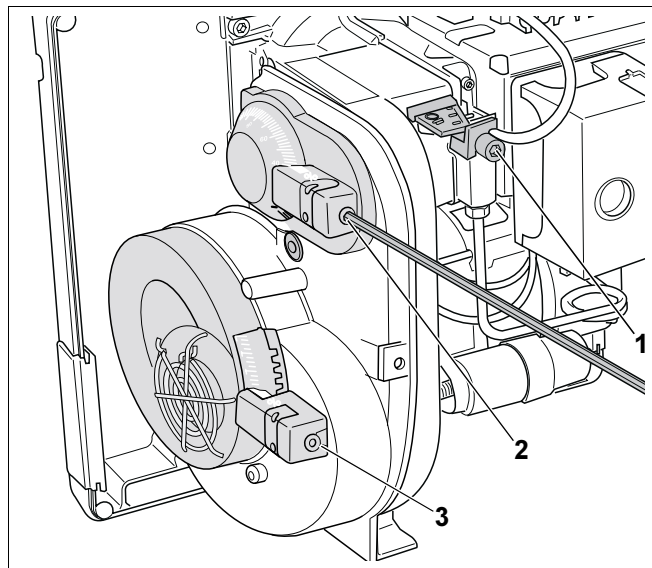

Рис. 13 Регулировка расхода воздуха (воздуха для горения)
Регулировку расхода воздуха производите при помощи настройки распределительного диска (рис. 13, поз. 1) и воздушного дросселя (рис. 13, поз. 2) – при необходимости дополнительно изменением входа воздуха (рис. 13, поз. 3).
1. Регулировка распределительного диска (рис. 13, поз. 1)
2. Регулировка воздушного дросселя (рис. 13, поз. 2)
3. Регулировка входа воздуха (рис. 13, поз. 3)